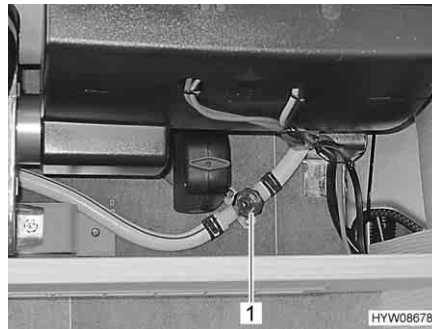

Bild 79 Ablasshahn
**Ablasshahn** Der Ablasshahn (Bild 79,1) für den Wassertank befindet sich im Sitzkasten neben der Heizung.